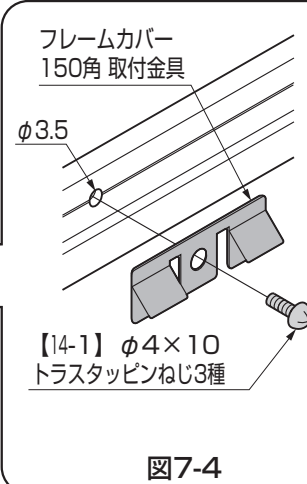

図7-4
- フレームカバー150角には、取付金具を取付ける為の下穴加工φ3.5があいています。(図7-4参照)